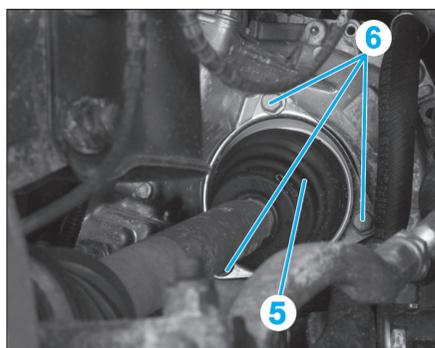

Fig. 5
- Déposer les deux boulons (3) de fixation d'amortisseur droit (4) sur le pivot (5).
- Déposer les 3 vis (4) du soufflet de transmission (5) (Fig.5).